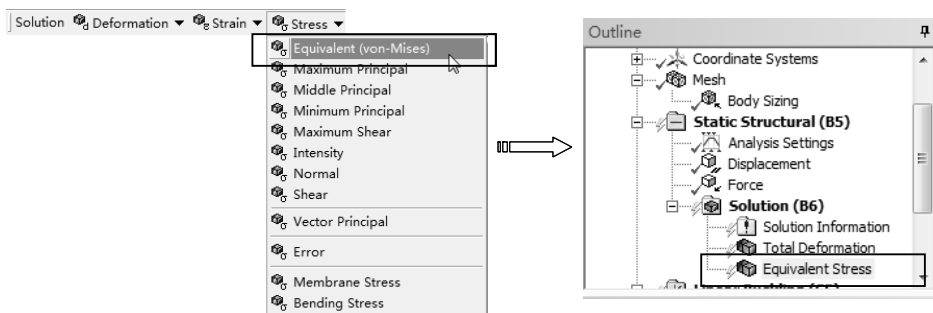

图 9-36 添加应力求解项
3) 求解应力。单击【Solution】工具栏上的【Stress】|【Equivalent (von-Mises)】命令，此时在分析树中插入【Equivalent Stress】项，如图 9-36 所示。